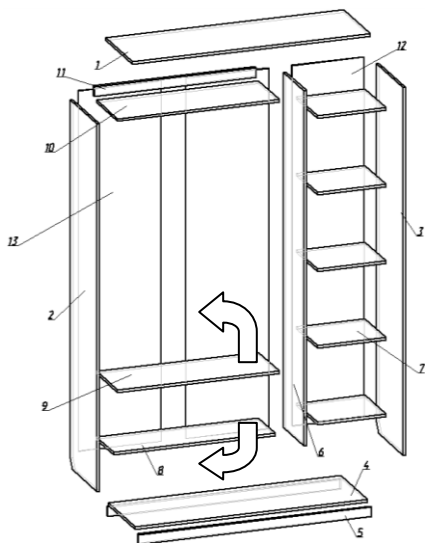

Рис.1 Схема
3. Детали 2,3,6 стянуть между собой деталями 1,5,7,8,9,10,11 с помощью евровинтов 7x50, предварительно досверлив насквозь необходимые отверстия. **ВНИМАНИЕ: При необходимости увеличения внутреннего пространства шкафа дет. 8,9 могут трансформироваться в ребра жесткости (поворот деталей по стрелкам см.Рис.1), для этого имеются дополнительные отверстия.**